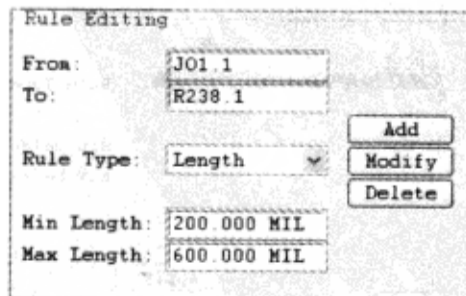

图 3-9-36 设置约束
(6) 从“Pins/Tees”列表选择“JO1.1”，在“Rule Editing”区域的“From”栏现在显示“JO1.1”→从“Pins/Tees”列表选择“R238.1”，在“Rule Editing”区域的“To”栏现在显示“R238.1”→从“Rule Type”栏选择“Length”；在“Min Length”栏输入“200MIL”，“Max Length”栏输入“600MIL”，如图 3-9-36 所示。